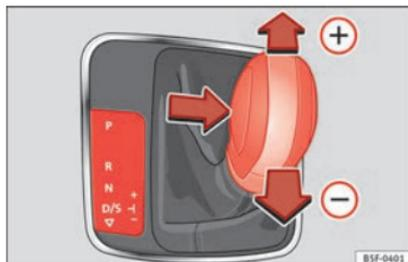

Fig. 159 Changer de vitesses en mode Tiptronic.
- Poussez légèrement le levier sélecteur vers l'avant »» fig. 159  pour augmenter les rapports.
- Pour rétrograder, poussez légèrement le levier sélecteur vers l'arrière »» fig. 159 .